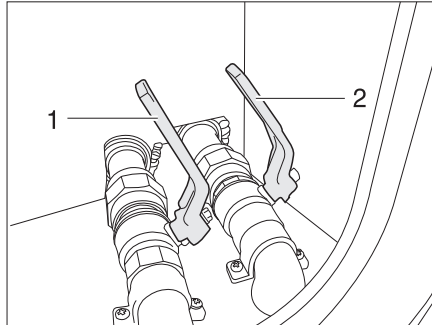

Fig. 210 Llave de desagüe en el doble fondo
La llave de desagüe (Fig. 210,1) está integrada en el doble fondo. La llave de desagüe está identificada con el rótulo "Wasser" (Agua).
- Abrir la llave de desagüe (Fig. 210,1). Se vacía el agua.